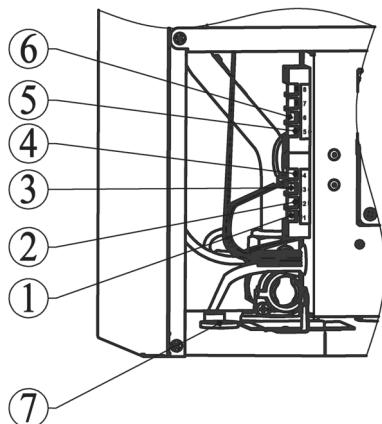

Рис. 11. Подключение дополнительных устройств
- удалить перемычку между клеммами 1 и 2 на колодке блока управления (рисунок 11);
- продеть двухпроводной кабель, идущий от термостата, через проходную муфту 5 в корпусе и подключите его к клеммам 1 и 2 (рисунок 11);
- продеть двухпроводной кабель, идущий от датчика, через проходную муфту 5 в корпусе и подсоедините его к клеммам 3 и 4 (рисунок 11);
– Продеть двухпроводной кабель, идущий от термостата БКН, через проходную муфту 7 в корпусе котла и подсоедините его к клеммам 5 и 6 (рис. 11)
– Продеть двухпроводной кабель, идущий от датчика температуры БКН, через проходную муфту 7 в корпусе котла и подсоедините его к клеммам 5 и 6 (рис. 11)